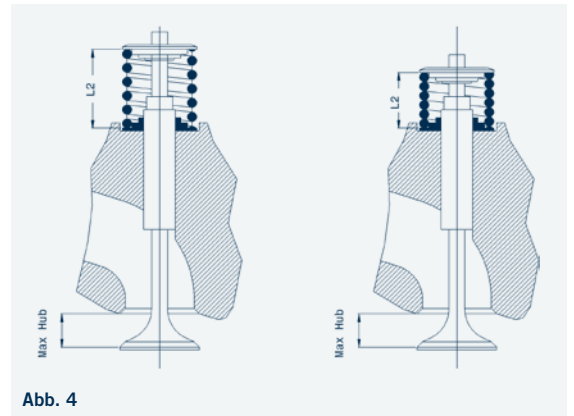

Abb. 4
- Bei welchem Ventilhub ist die Feder ganz zusammen gedrückt (auf Block, siehe Bild 4)?
- **Richtige** Federeinbaulänge (Bild 4 links dargestellt)
- **Falsche** Federeinbaulänge (Bild 4 rechts dargestellt)